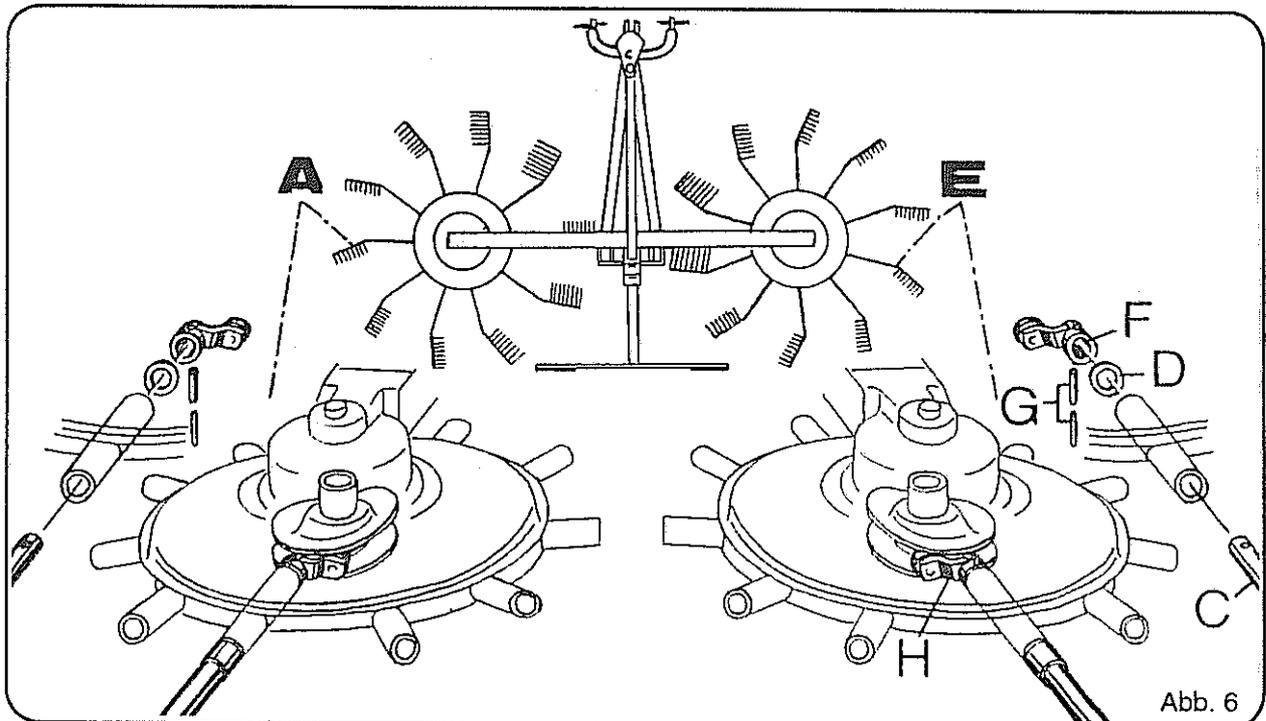

Abb. 6
Zinkenarmmontage für rechten Kreiseln (Abb. 6, Pos. E):
- Zinkenarm, rechts (Abb. 6, Pos. C) in eine der Einstecköffnungen des rechten Kreisels schieben (noch nicht bis zum Anschlag).
- Führungshebel, rechts (Abb. 6, Pos. F) so ansetzen, daß die Laufrolle in der Kurvenbahn läuft (Abb. 6, Pos. H). Auf entgegengesetzte Drehrichtung der Kreiseln ist zu achten.
- Eine Stützscheibe mit den Maßen 45/56 x 3 (Abb. 6, Pos. D) zwischen den Führungshebel und das Lagerrohr halten und den Zinkenarm weiter in die Bohrung des Führungshebels schieben.
- 2 Spannhülsen mit den Maßen 12 x 65 und 7 x 65 je Zinkenarm (Abb. 6, Pos. G) einschlagen.
Mit den übrigen Zinkenarmen, auch am linken Kreiseln (Abb. 6, Pos. A) wird in entsprechender Weise verfahren.